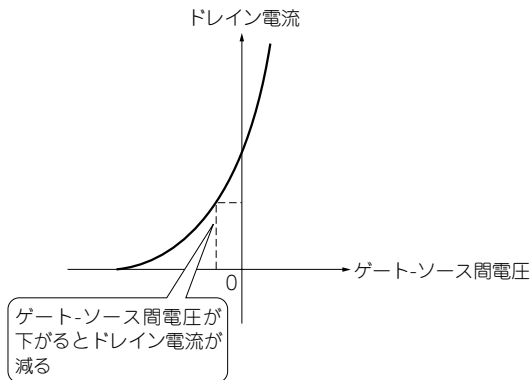

図14 2SK192Aの特性と利用
光が当たっていないときはLEDは単なるダイオードですので、ソース (S) とゲート (G) の電圧は同じです。2SK192Aはゲート電圧がゼロのときにもドレイン電流が流れますので、抵抗を使って電圧降下ぶんを測定します。2SK192Aの特性は図14のようになっていますので、ゲート-ソース間電圧がゼロでもドレイン電流は流れます。